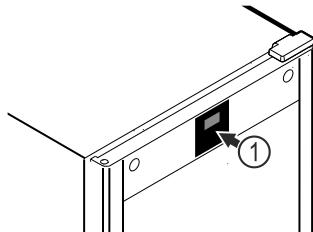

Fig. 52 Simbolična slika
Termometer je umerjen tovarniško (zamik +6 stopinj Kelvin). Če temperatura v notranjosti odstopa od prikazovalnika temperature Fig. 52 (1), lahko umerite termometer.